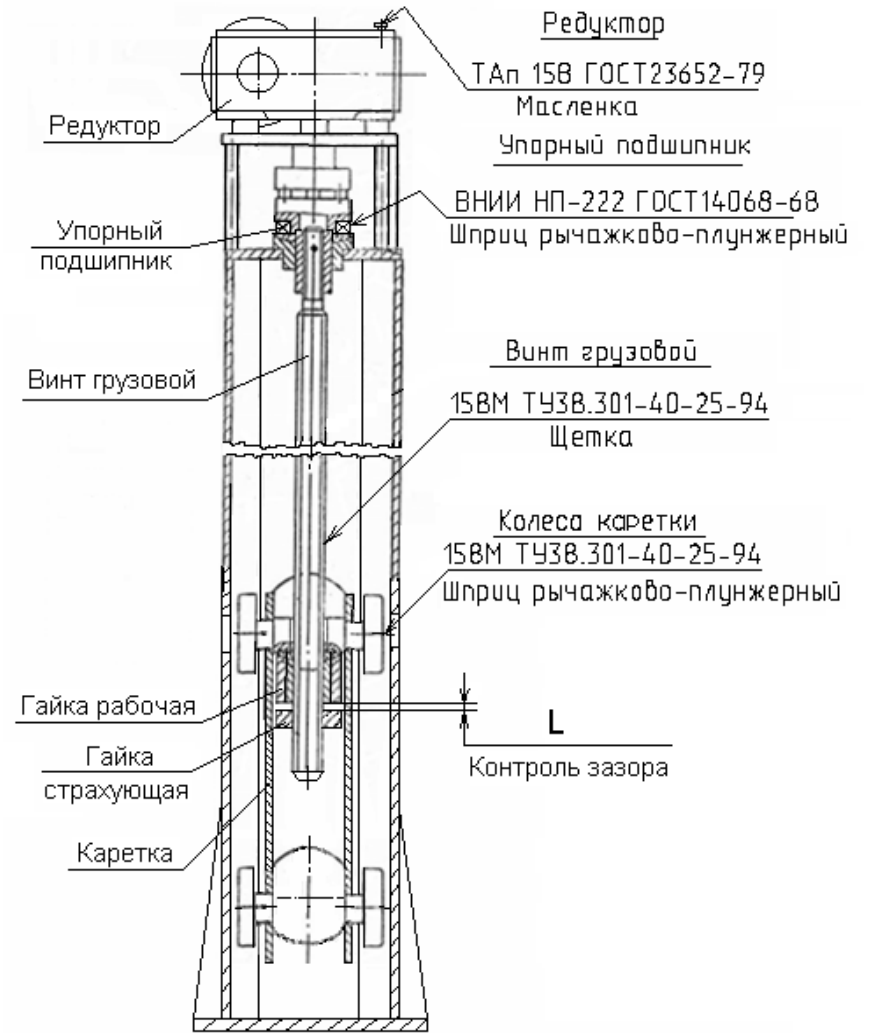

Рис. 5. Стойка подъемника ПС-16АТ. Карта смазки.
- проверить зазоры L (см. Рис.5) между страхующей и рабочей гайками во всех стойках (см. п. 5.16). Результаты замеров зафиксировать в таблице № 3.
- произвести смазку стоек подъемника в соответствии с картой смазки (см. Рис. 5).